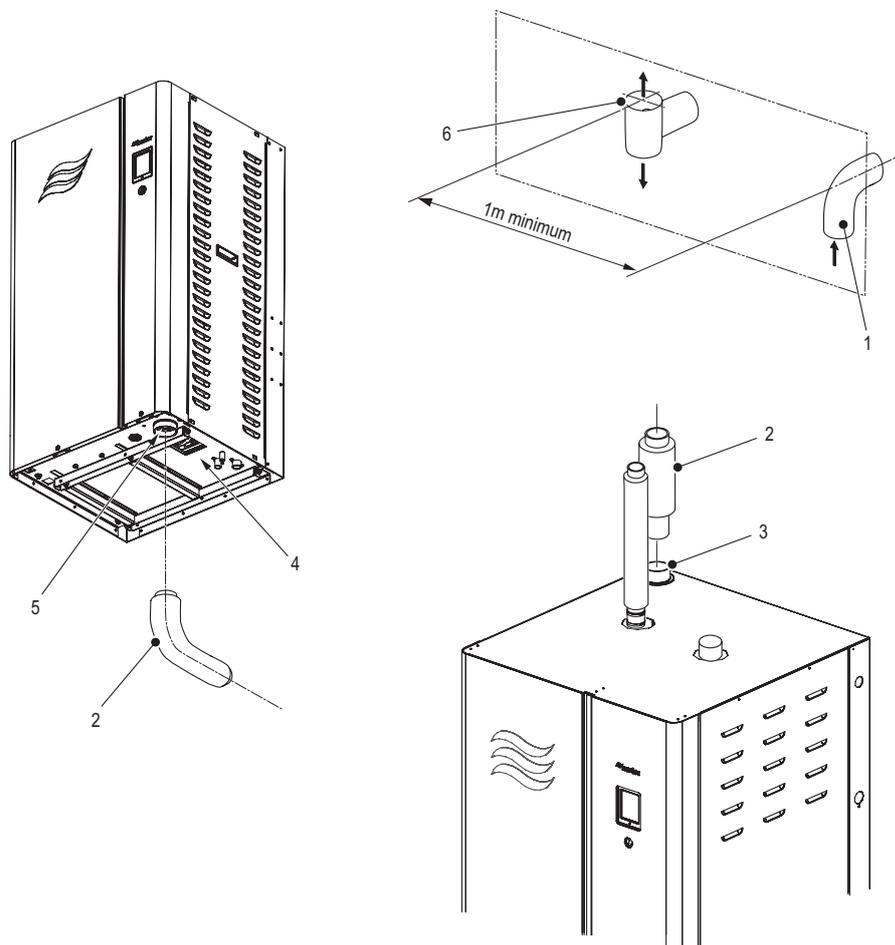

Figure 18: Condair GS Installation avec joints de pièces
Le Figure 18 montre la connexion des joints de pièces de conduite d'admission pour les humidificateurs Condair GS compacts et taille réelle.
- Un terminal d'admission (coude) doit être installé à l'extérieur de la conduite d'admission d'air, avec le coude vers le bas - veuillez vous reporter à la Figure 18 à la page 39. Le terminal d'admission d'air et le terminal de la conduite d'écoulement doivent être situés sur une surface extérieure. Les emplacements et espaces entre les terminaux doivent être conformes aux réglementations locales et nationales, avec un espace d'au moins 1 m entre eux.